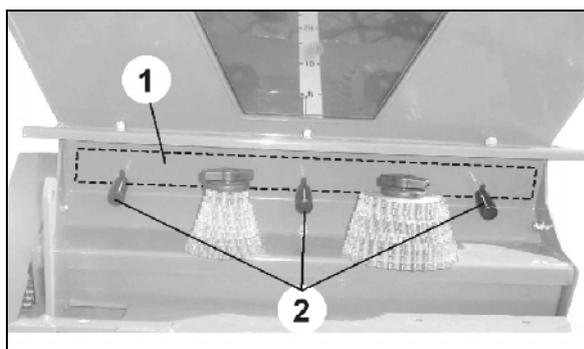

Fig. 21
5. Abrir la válvula de compuerta (Fig. 21/1):
- 5.1 Soltar los tornillos (Fig. 21/2).
9. Volver a cerrar la válvula de compuerta (Fig. 21/1).